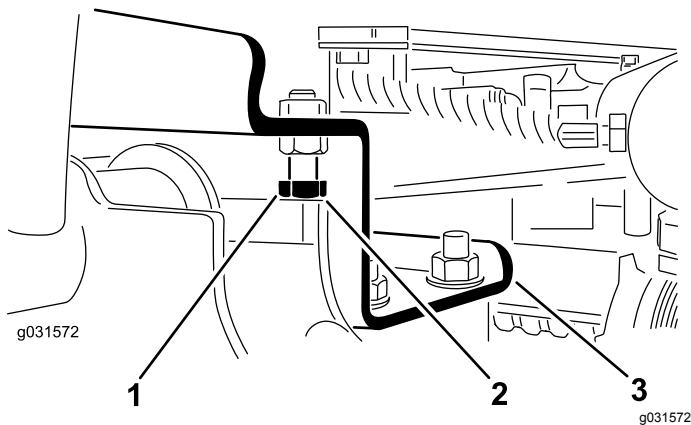

Figura 11
- A. Afloje los pernos de tope (Figura 11).
2. Compruebe que la holgura entre cada brazo de elevación y el perno de tope es de 0,13 a 1,02 mm, tal y como se muestra en la Figura 11.